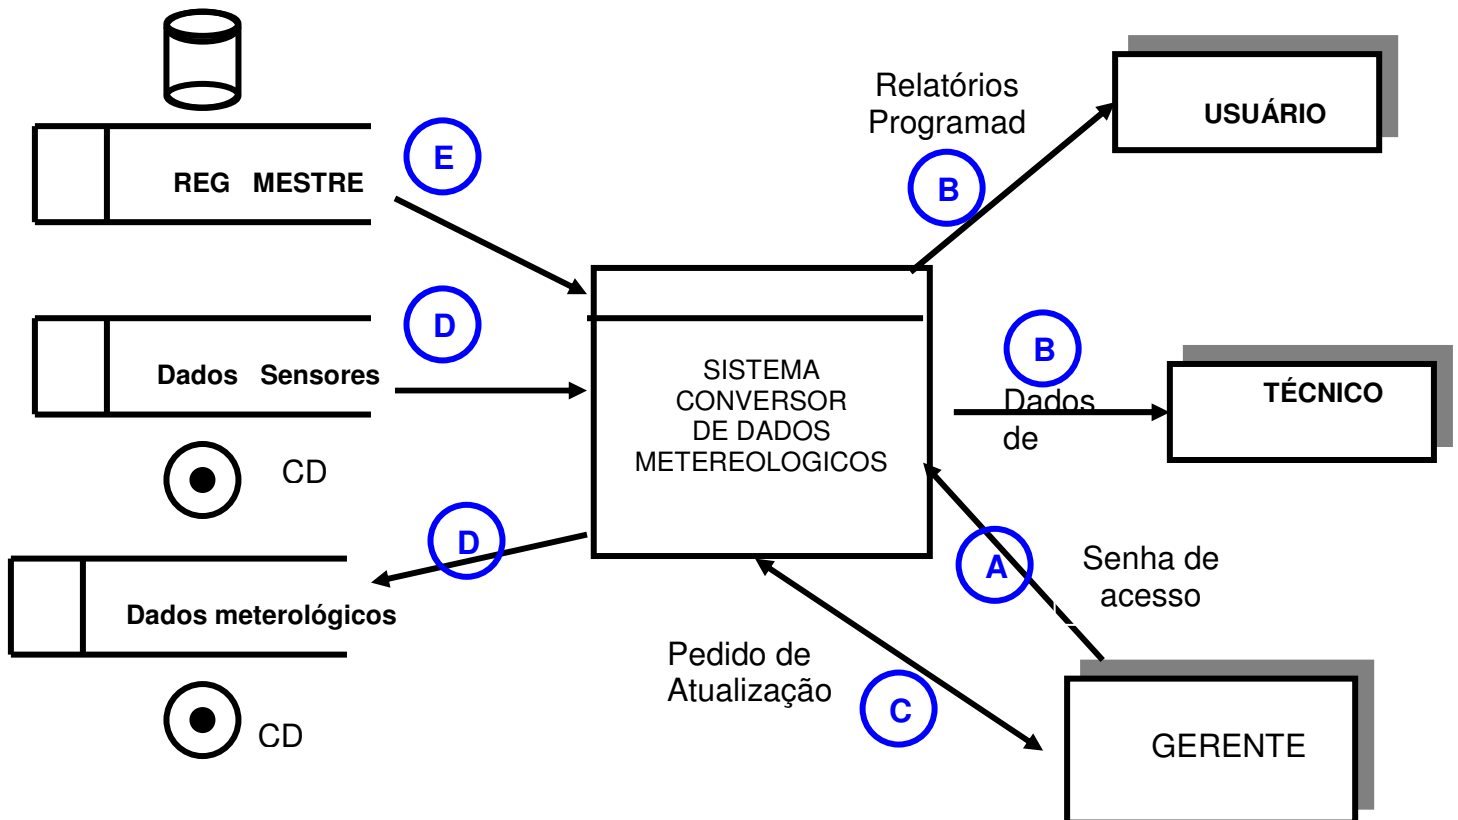

FIGURA 1: Sistema CONVERSOR DE DADOS METEREOLÓGICOS
Considere o seguinte Sistema CONVERSOR DE DADOS METEREOLÓGICOS (FIGURA 1) que recebe dados externos (via CD) dos sensores e outras fontes.
- 1) Preencher as colunas **PARCIAL** e **DISCRIMINAÇÃO** (destacado em vermelho) da tabela de **PESO/COMPLEXIDADE**, utilizando o **DIAGRAMA DE CONTEXTO** (figura 1).